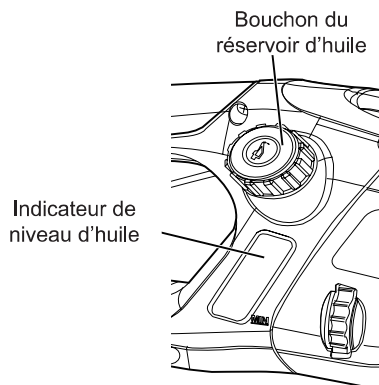

Fig. 4
1. Enlevez le bouchon de réservoir d'huile (Fig. 4). Remplissez le réservoir avec de l'huile à guide-chaîne et chaîne (SAE30) jusqu'à ce que le niveau d'huile atteigne la capacité maximale.